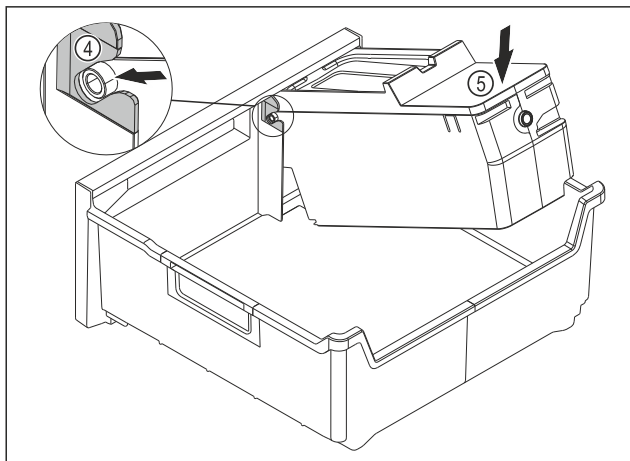

Fig. 110
- EasyTwist-Ice-Korpus montieren: Achsen des EasyTwist-Ice-Korpus in die Führungen Fig. 110 (4) einschieben.
- EasyTwist-Ice-Korpus Fig. 110 (5) hinten nach unten drücken.